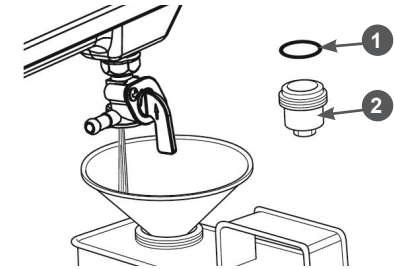

Рис. 19 Слив топлива с топливного бака
3. Открутите стакан 2 отстойника (Рис. 19).
4. Откройте топливный кран и слейте топливо в подготовленную для этого ёмкость (Рис. 19).